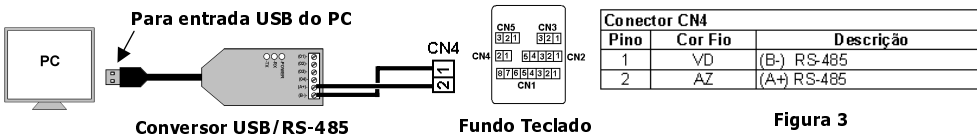

Figura 3
- CN2 – comunicação com PC através do conversor USB para RS485. Vide figura 3;